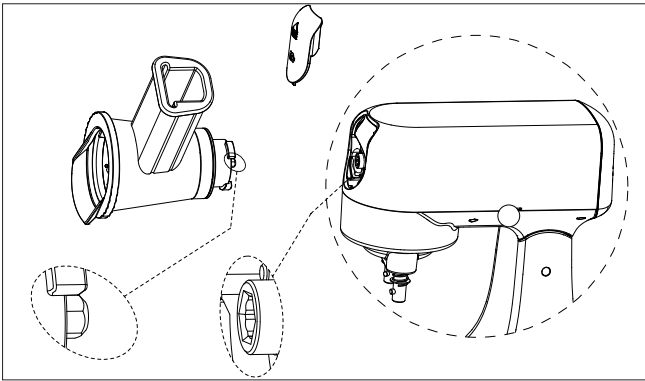

Fig. 25 – Monter l'accessoire à légumes
4. Insérez l'accessoire coupe-légumes dans le raccord du coupe-légumes, la pièce hexagonale en premier. L'ouverture de remplissage de l'accessoire coupe-légumes est alors orientée vers la droite (voir Fig. 25).